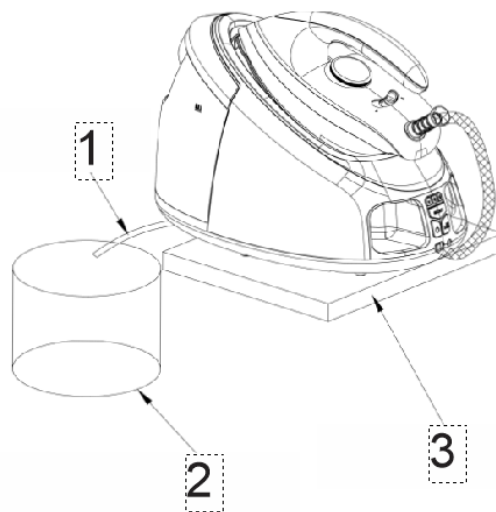

Abb. 4
3. Stellen Sie die Dampfstation auf einen geeigneten und feststehenden Tisch, legen Sie den Silikonschlauch in einen Behälter, füllen Sie den Wassertank mit Wasser und stellen Sie ihn wieder auf (siehe Abb.4). Achten Sie darauf, dass das Gerät stabil steht.